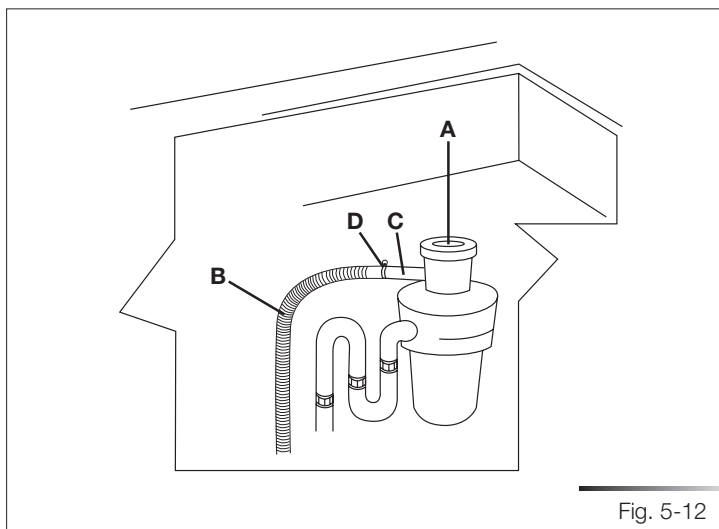

Fig. 5-12
1. Quite el tapón extraíble del triturador de desechos (ref. A fig. 5-12).
2. Conecte el tubo de evacuación del lavavajillas (ref. B fig. 5-12) a la entrada del triturador de desechos (ref. C fig. 5-12) mediante la amplia abrazadera de muelle (ref. D fig. 5-12).